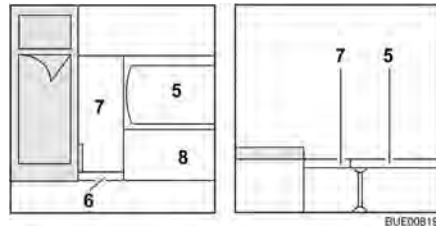

Bild 93 Under ombyggnaden
- Fäst extrabrädan (Bild 93,6) med stånggångjärn på sittbänken (Bild 93,8) och fäll ut den.
- Lägg på extrabrädan (Bild 93,7).